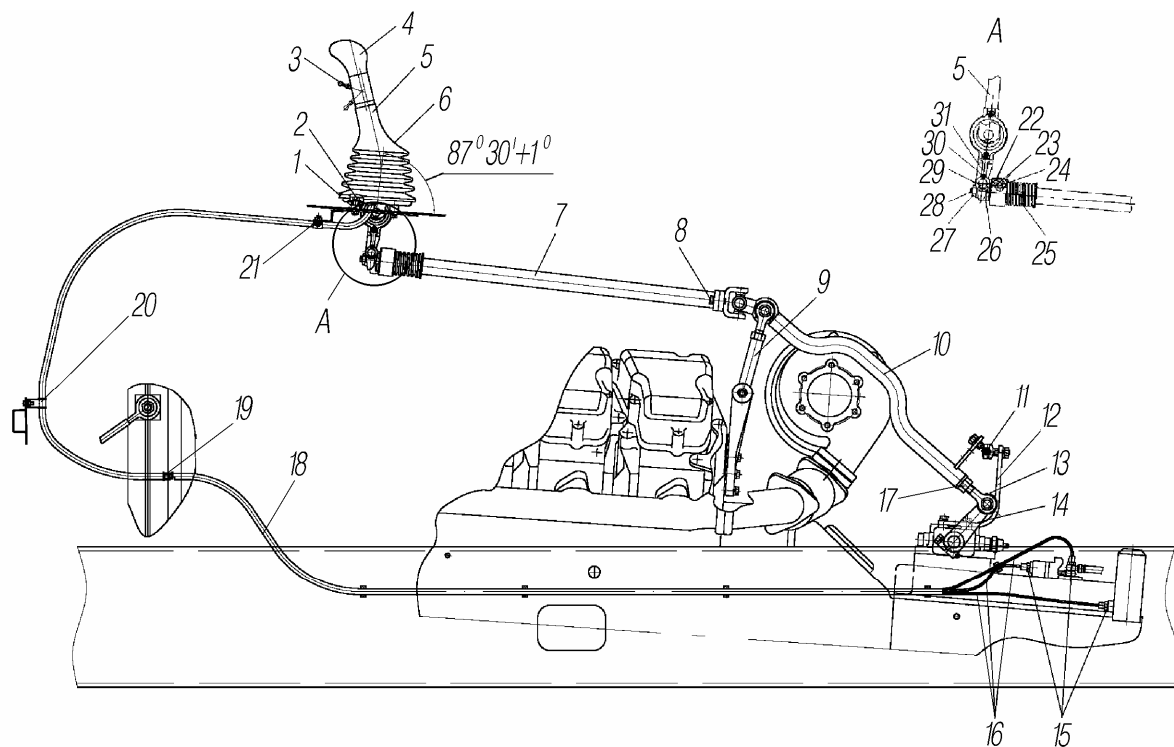

Рис. 21. Управление коробкой передач:
- регулировка положения рычага 5 (рис. 21) переключения передач;